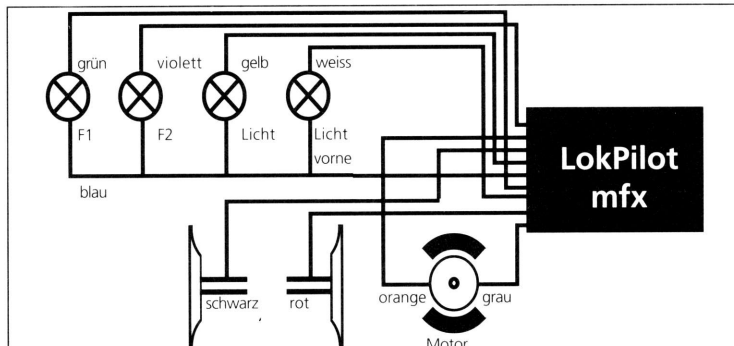

Abb. 2: Anschluss des LokPilot mfx in Loks mit isolierten Sonderfunktionen
a) Die Lampen / Funktionen sind mit Ihrem gemeinsamen Anschluss gegenüber dem Lokgehäuse isoliert (also potentialfrei). Der dann nötige Anschluss wird in **Abb. 2** dargestellt.
Im anderen Fall (Siehe Abb. 2) müssen Sie alle übrigen Anschlüsse aller Birnchen und Funktionen gemeinsam an das blaue Kabel anschließen. Dieses darf keinen Kontakt mit dem Lokchassis haben!
Verwenden Sie bei Loks, die nach Abb. 2 verschaltet werden, ausschließlich digitale Rauchgeneratoren, z.B. Seuthe Nr. 11. Andere Raucheinsätze benötigen u.U. zu viel Strom. Teilweise sind Rauchgeneratoren mit mehr als 250mA Stromaufnahme im Handel!